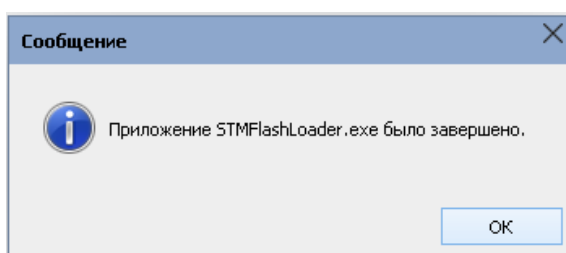

Рис. 20 – Сообщение об успешном обновлении
3. Успешному результату процесса обновления соответствует сообщение (Рисунок 20).